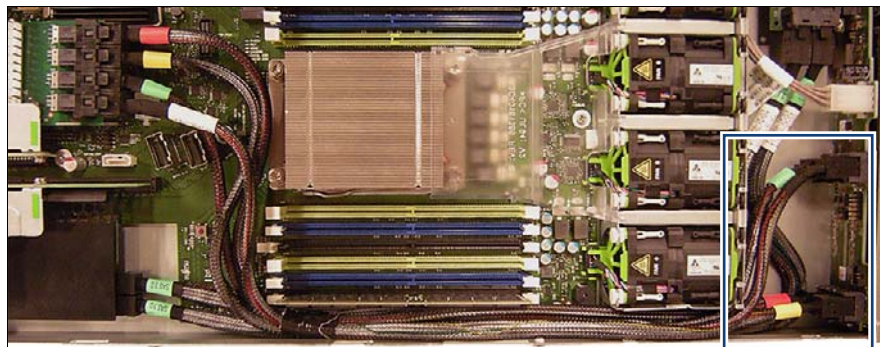

図 59: PCIe スイッチが装備される構成の例
- ▶ PCIe スイッチが装備される構成の場合は、4 本の SAS ケーブルを HDD バックプレーンに接続します（図 59 および 348 ページのケーブルを参照）。